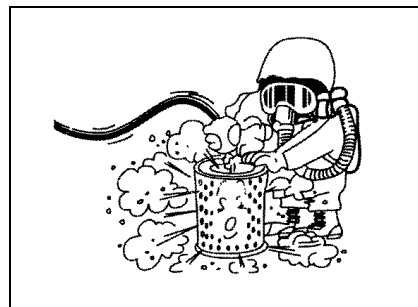

Рис. 2-11
- При продувке фильтроэлемента сжатым воздухом, необходимо надеть защитную одежду и очки. (Рис. 2-11)